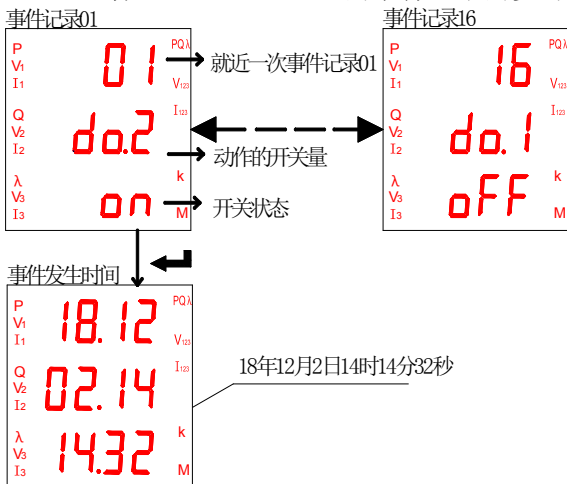

图 15
5.2.2 查看 DEMR-AC3-DXX-E 的事件记录的步骤如图 15 所示